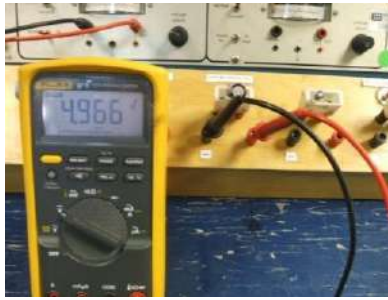

Figura 3.7 Medición del voltaje almacenado en un capacitor
e) Desconecta el capacitor, teniendo cuidado de no tocar sus terminales y conéctalo a las terminales del voltmetro según se muestra en la figura. 3.7.